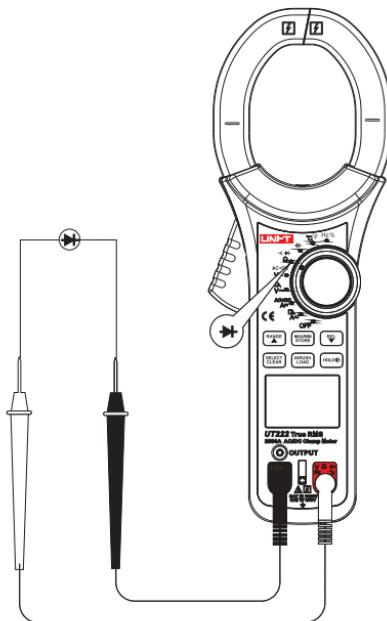

图8
5. 二极管测量 \blacktriangleright (见图8)